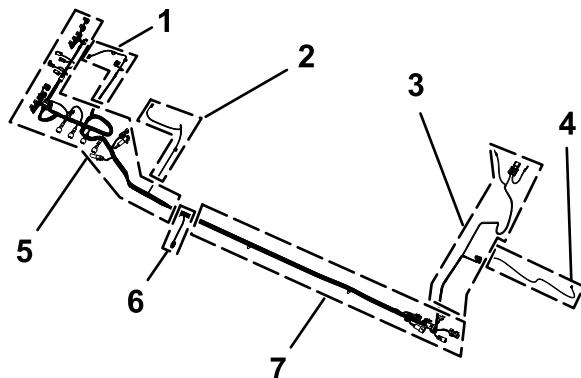

Bild 83
- 1. Ermitteln Sie den 165-cm-Zweig und den 203-cm-Zweig des neuen elektrischen Kabelbaums (Bild 83).